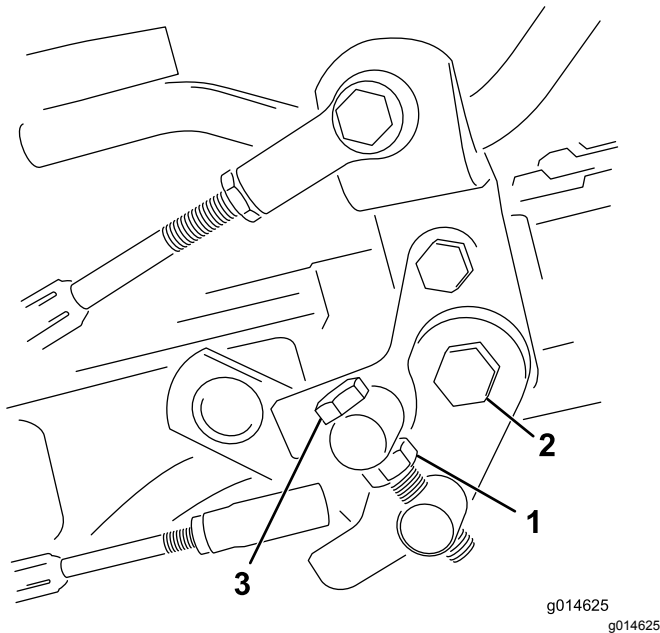

Figura 53
1. Allentate il controdato sul bullone di articolazione (Figura 53).
4. Serrate il controdato sul bullone di articolazione e il dado sul perno del pedale per fissare la regolazione (Figura 53). Controllate la messa a punto, e all'occorrenza ripetete la regolazione.